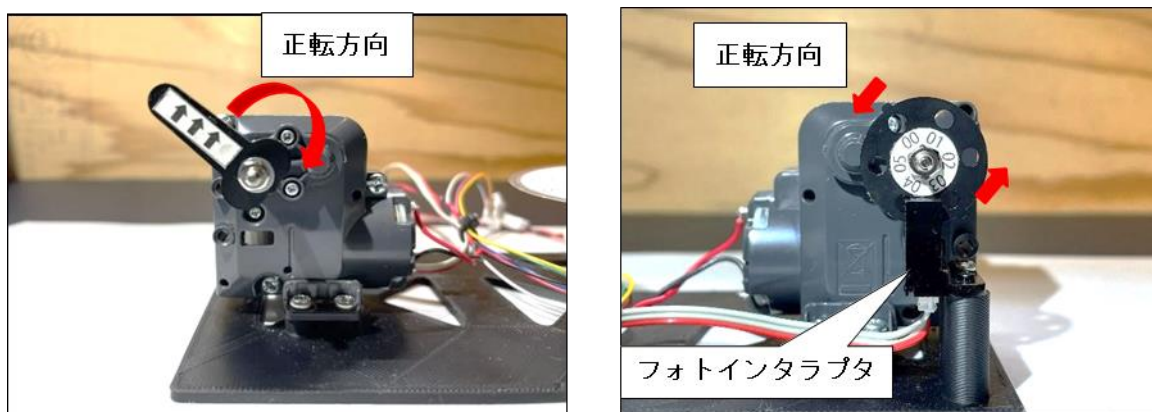

図5 DCモータの回転方向
(8) DCモータの回転方向は、図5左の方向から見て、時計回りを正回転(CW)、反時計回りを逆回転(CCW)とする。